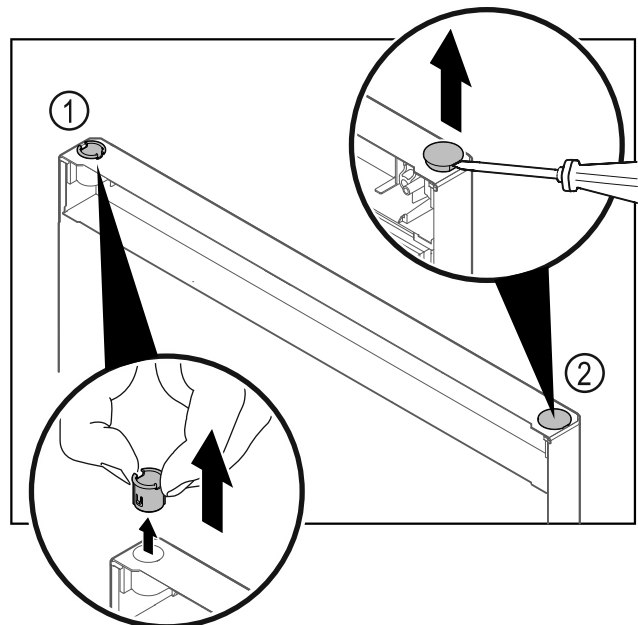

Fig. 27 Deur koelgedeelte
- ▶ Scharnierbus Fig. 27 (1) met de vingers eruit trekken.
- ▶ Afdekstop Fig. 27 (2) voorzichtig met een sleufschroevendraaier optillen en eruit trekken.